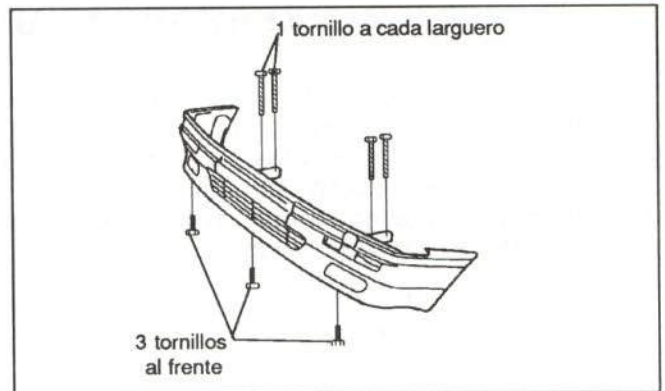

Figura 12.- Fijación del paragolpes delantero
En la figura 12 se muestra la fijación de dicho elemento.
- Paragolpes (figura 12)